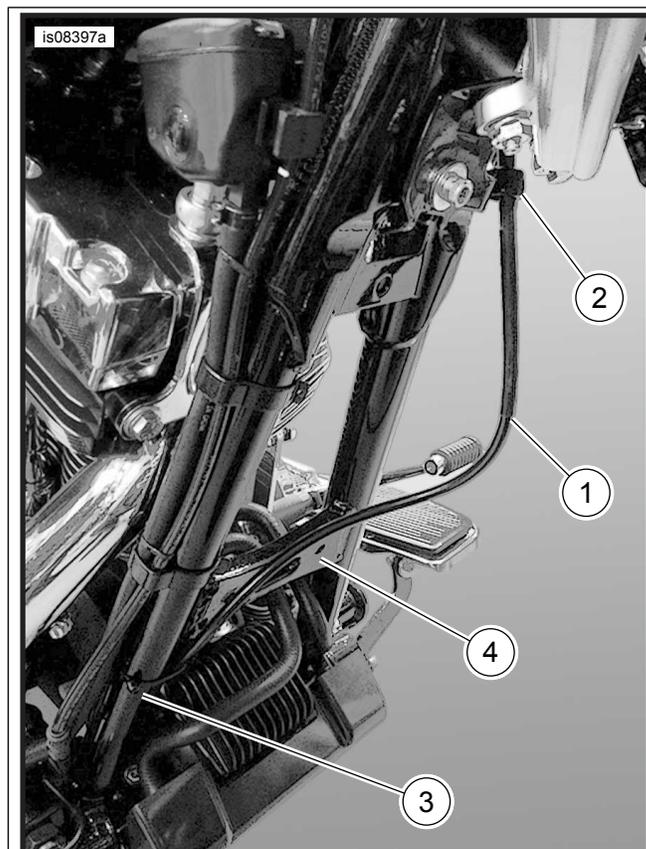

**Figura 4. Ubicazioni dei morsetti sul tubo discendente del telaio, modelli con carenatura**
4. Vedere da Figura 4 a Figura 8. Far passare la tubazione idraulica della frizione:
- a. **Modelli con carenatura:** vedere Figura 4 . Fissare la tubazione al tubo discendente usando i due morsetti rimossi in precedenza.